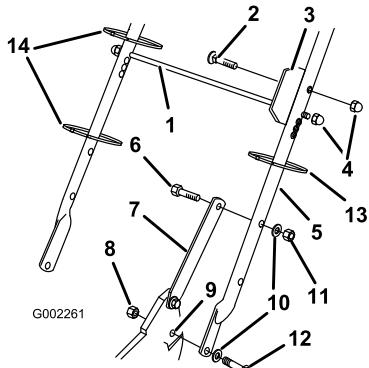

Figure 3
1. Montez le guidon à l'extérieur du carter de tondeuse (en vous servant du trou inférieur) avec 2 boulons (5/16 x 1-1/4 pouces), rondelles et contre-écrous minces (5/16 pouce) (Figure 3).